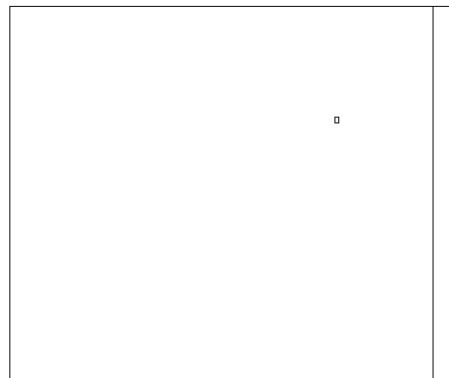

Рис. 2.10 ▼ Первая линия сдвинута влево на 20 единиц от исходной
6. Поместите указатель-перекрестье в прямоугольник, обозначающий наружный контур тумбы, и щелкните мышью. Поскольку тем самым вы задали направление смещения (влево от смещаемой линии), AutoCAD тут же выполнит смещение. В результате внутри прямоугольного контура тумбы появится новая линия, которая будет расположена на 20 единиц влево от исходной (рис. 2.10). Вместо перекрестья на экране снова появится отмечающий указатель. Это означает, что инструмент **Подобие** (Offset) по-прежнему активен, и вы можете продолжать смещение линий на заданное расстояние.